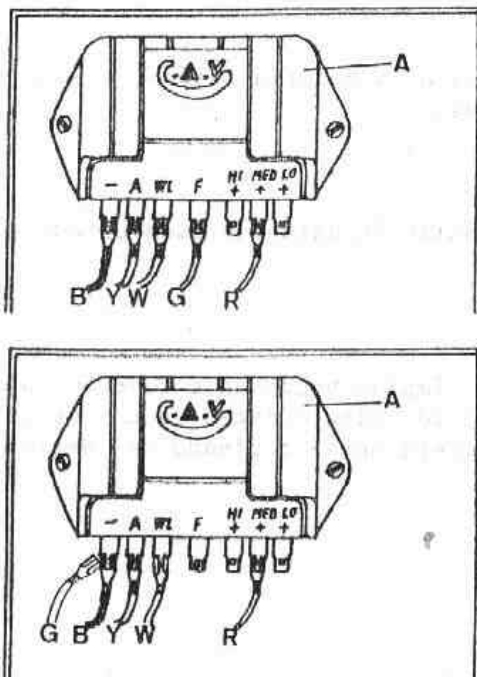

Fig. N2-41 Comprobación del regulador
- d) Desconectar el cable, G (Fig. N2-41) del terminal "F" del regulador, A, y conectarlo al terminal negativo (-) del regulador.